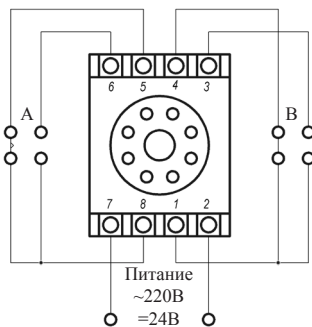

Рис. 2
- b. В соответствии с рис. 2 подключите питание к контактам 2 и 7 клеммной колодки.
- c. В соответствии с рис. 2 подключите к контактам клеммной колодки выводы управляемой цепи.
*Примечание:* на рис. 2 контакт 8, 5, 6 работает в режиме А (с задержкой), контакт 1, 3, 4 работает в режиме В (без задержки).